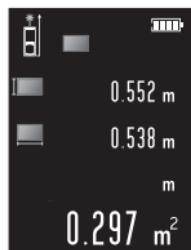

Fig. 1
Step 1 - Ottenere primo risultato come Fig.1